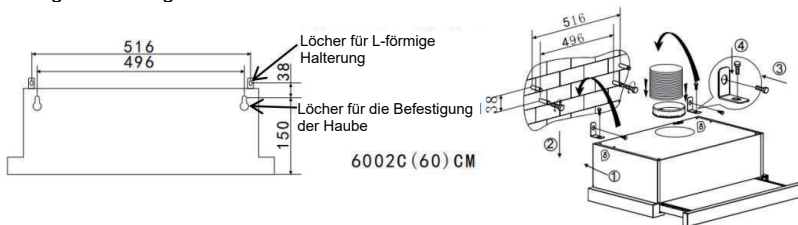

Abb. 3
Befestigen Sie die Dunstabzugshaube mit 2 Schrauben (4 mm x 30 mm) und Dübeln an der Wand auf der Rückseite der Dunstabzugshaube. Befestigen Sie dann die Dunstabzugshaube mit 2 Schrauben (4 mm x 30 mm) und Dübeln durch die kleine L-förmige Halterung an der Wand. Siehe Abb. 3.
4. Befestigen Sie das Einwegventil am Luftauslass der Dunstabzugshaube und verlegen Sie das Erweiterungsrohr zum Wandauslass. Fixieren Sie das Erweiterungsrohr mit einem Kabelbinder und führen Sie es nach draußen. Siehe Abbildung 3/4.